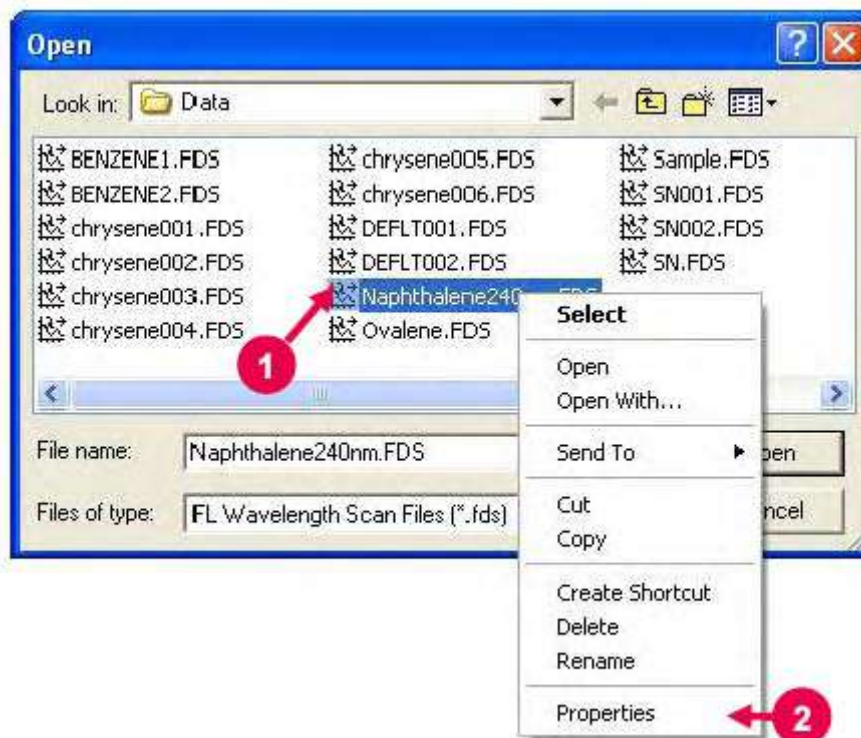

Рис. 8-6
- (1) Нажмите кнопку  (Открыть) на стандартной панели инструментов. (Или выберите команду «Открыть» из меню «Файл»). Появится окно, показанное на рис. 8-6.
- (2) Выберите из списка нужный файл и нажмите на нем правой кнопкой мыши. (Смотрите (1) на рис. 8-6). Появится контекстное меню. Из данного меню выберите команду «Свойства». (Смотрите (2) на рис. 8-6).